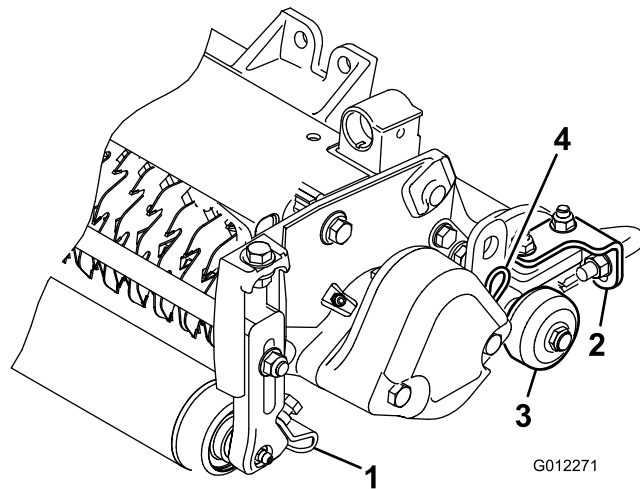

図 6
1. ローラ・スクレーパを固定しているフランジ・ナットをゆるめる 図 6。
整備場の床にバーチカッターを降ろすときやトラクションユニットから外して床に置く場合には、ブレードが床にあたって破損しないよう、必ず移動用ローラを降ろしてください。図 6。